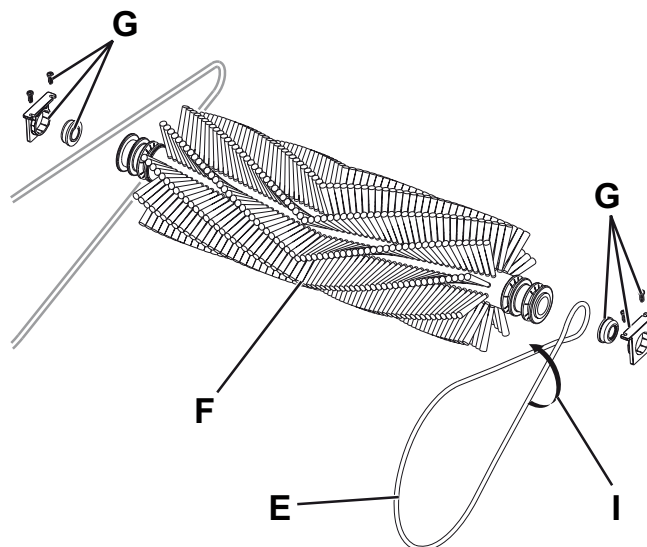

Figure 2
3. Extraire la courroie motrice (E, Fig. 2) du logement sur le balai central (F).
4. Enlever le balai central (F), récupérer les vis, les supports et les roulements (G) pour le montage successif.
- Monter et positionner la courroie de transmission courte en la croisant comme indiqué (I, Fig. 2).